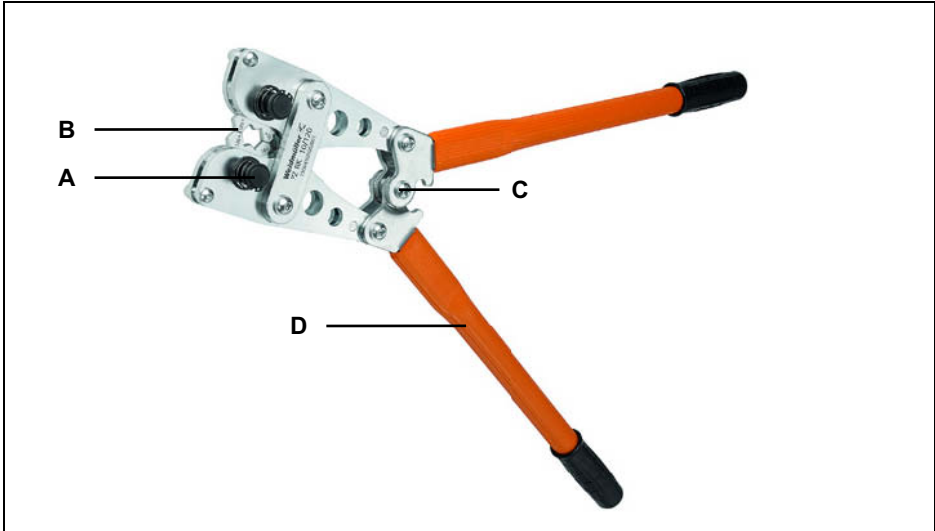

Abbildung 1 Komponenten
- 4 Nun die Holme zusammendrücken, bis die Kniehebel des Werkzeuges (siehe Abbildung 1 auf Seite 9) ganz zusammenliegen.